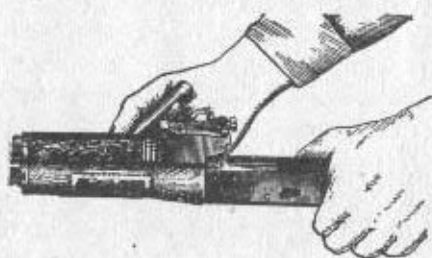

Bild 30 Lösen des Sperrhebels des Führungsrohres mit dem Behälter des Reinigungsgerätes
10. Das Führungsrohr mit dem oberen Handschutz abnehmen. Dazu die Waffe mit der linken Hand halten und mit der rechten Hand den Sperrhebel des Führungsrohres mit der rechteckigen Ausnehmung im Behälter des Reinigungsgerätes lösen (Bild 30). Den Sperrhebel nach oben schwenken und das Führungsrohr vom Verbindungsstück abnehmen.